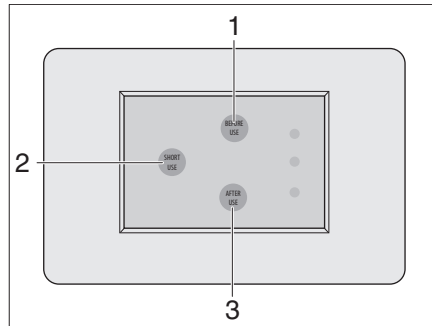

Fig. 386 Panneau Toilette avec broyeur
- Appuyer sur la touche Short-Use (Fig. 386,2).
- Avant le passage aux toilettes, appuyer sur la touche Before-Use (Fig. 386,1).
- Après le passage aux toilettes, appuyer sur la touche After-Use (Fig. 386,3).